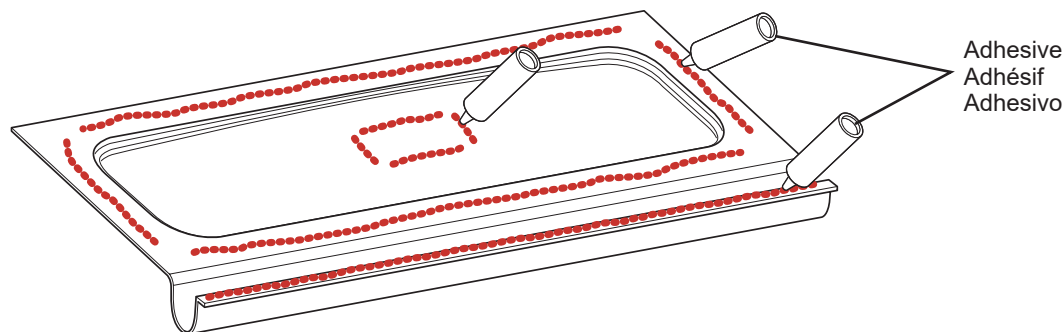

Fig. 6
6. Apply adhesive behind the roofcap, as illustrated in Fig. 6. **Place adhesive on the flat parts that are in contact with the wall. When applying the adhesive, do not make closed loops so as to avoid creating air pockets during application. Do not come within less than an inch of the molded sections.**
6. Appliquez l'adhésif sur le toit tel qu'illustré Fig. 6. **Mettez l'adhésif sur les parties plates qui sont en contact avec le mur. Évitez de dessiner des boucles fermées en appliquant l'adhésif afin de ne pas créer de poches d'air lors de l'application. Ne pas approcher à plus d'un pouce des parties formées.**
6. Aplique tiras de adhesivo como ilustrado en Fig. 6. **Extienda el adhesivo por las partes lisas que estén en contacto con la pared. Evite trazar lazos cerrados al aplicar el adhesivo, de modo que no se formen bolsas de aire durante la aplicación. No acercar el adhesivo a más de una pulgada de las partes moldeadas.**